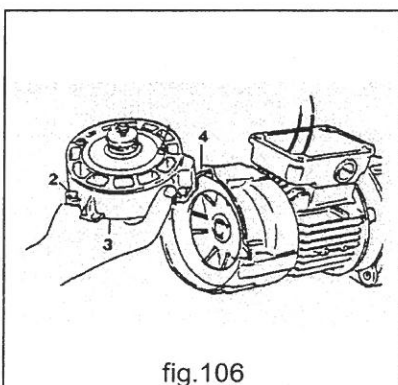

fig.106
- svitare le tre viti di fissaggio **2** della bobina freno **3** e toglierla prestando attenzione a non danneggiare i fili di alimentazione **4** (fig.106)